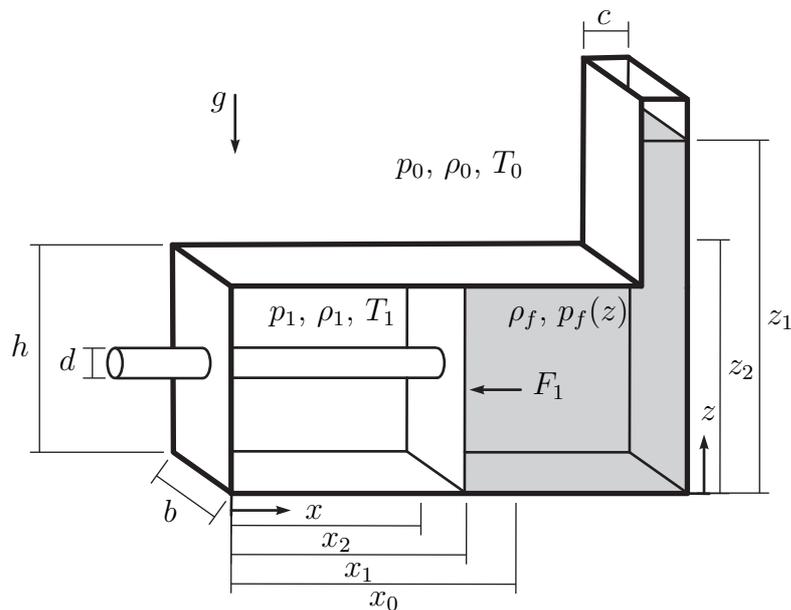

Abbildung 3: Hydraulischer Behälter zum Zeitpunkt τ_1 .
3. Der in Abbildung 3 dargestellte Behälter mit der Breite b und Höhe h hat eine mit Luft gefüllte, abgedichtete Kammer, die von der rechten Kammer des Behälters durch einen in x -Richtung beweglichen Kolben getrennt ist. Die Luft kann als ideales Gas mit dem Adiabatenexponenten κ angenommen werden. Die Kolbenstange weist den Durchmesser d auf. Zum Zeitpunkt τ_0 befindet sich der Kolben an der Position x_0 und in beiden Kammern ist Luft mit dem Umgebungsdruck p_0 , der Dichte ρ_0 und der Temperatur T_0 . Danach wird durch die Öffnung der Länge c in die rechte Kammer Öl mit der Dichte ρ_f bis zur Höhe z_1 gefüllt. Die Luft in der rechten Kammer kann dabei durch die Öffnung entweichen. Aufgrund des hydrostatischen Drucks ergibt sich ein von der z -Koordinate abhängiger Druck $p_f(z)$ im Öl. Der Druck p_1 in der mit Luft gefüllten Kammer kann hingegen als homogen angenommen werden. Betrachten Sie die folgenden Größen als gegeben: $h, b, d, c, p_0, \rho_0, T_0, \kappa, g, \rho_f, x_0, z_1$
- a) Betrachten Sie den Zeitpunkt τ_1 unmittelbar nach der Füllung (dargestellt in Abbildung 3). Es kann angenommen werden, dass zu diesem Zeitpunkt noch keine Wärmeübertragung zwischen der Luft in der linken Kammer und der Umgebung stattgefunden hat. Berechnen Sie die Kraft F_1 auf den Kolben zum Zeitpunkt τ_1 . 3 P.